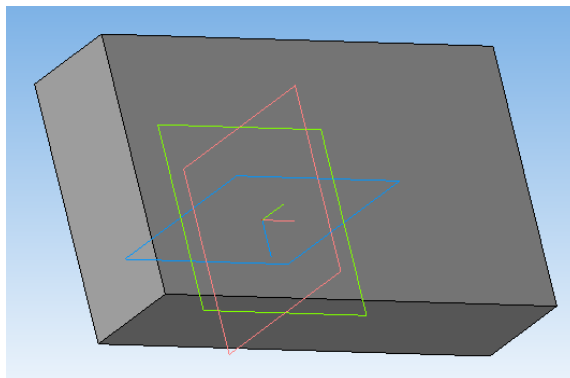

Рисунок 4.15 – Модель основи деталі
11. Натискаємо кнопку  **«Создать объект»** і отримуємо модель основи деталі (рис. 4.15).